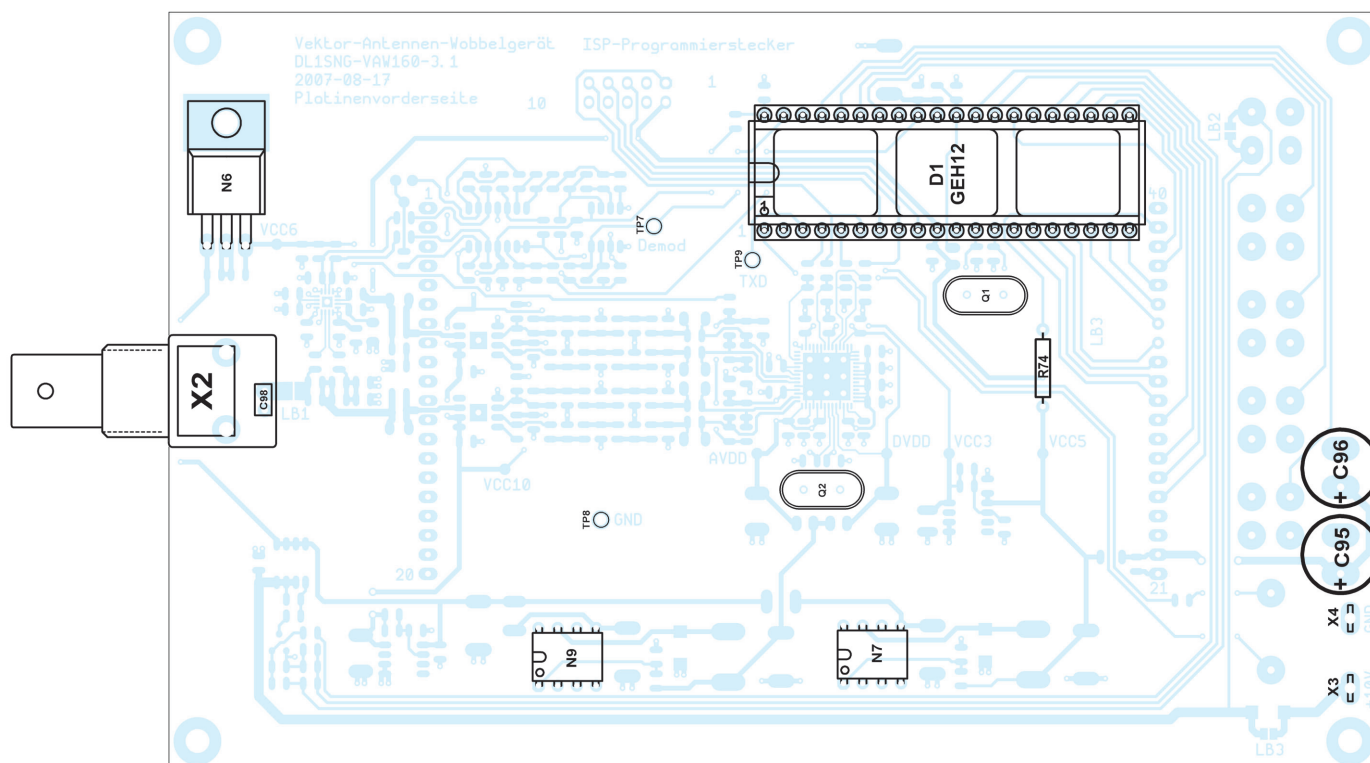

Bild 6: Bestückungsplan, bedrahtete Bauteile, Platinenunterseite; Maßstab 1 : 1
– Stückliste (Tabelle 2) und Bestückungsplan (Bild 6) angepasst, Montage des Sicherungshalters ergänzt